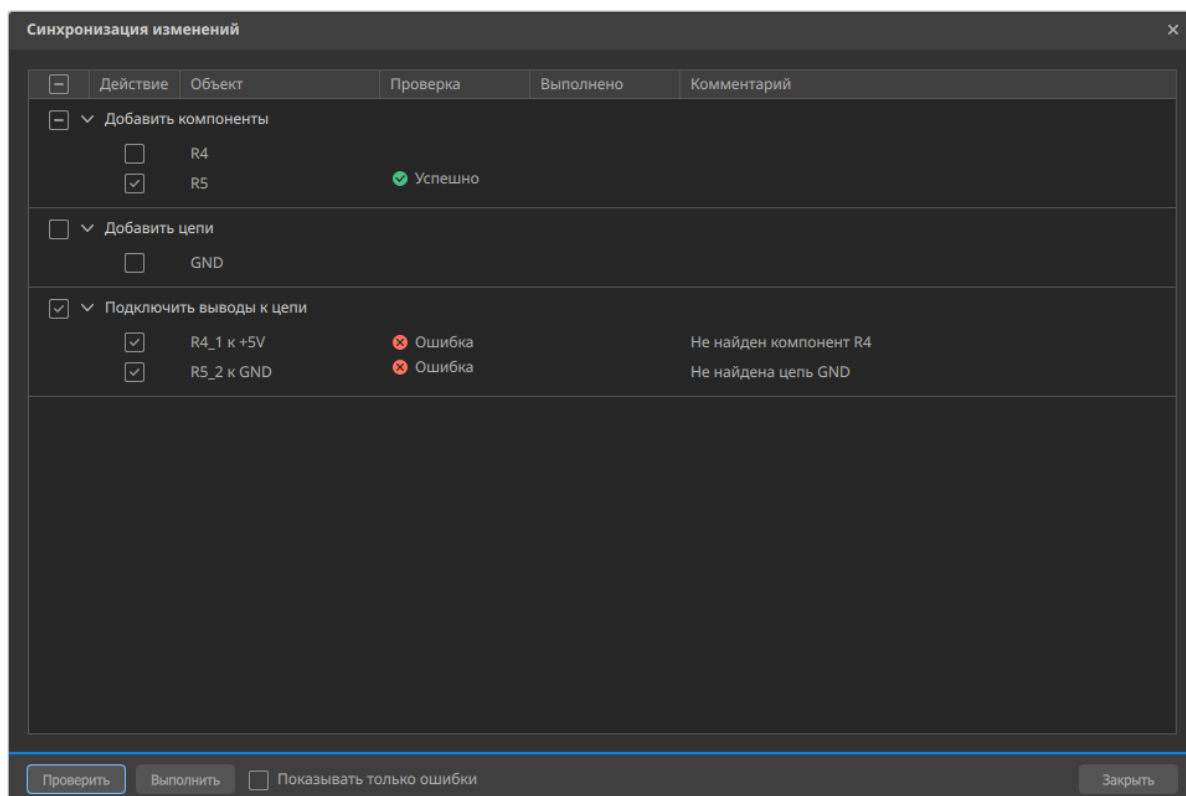

Рисунок 82. Ошибки в результате проверки в окне «Синхронизация изменений»
- 5) При возникновении ошибок в результате проверки в колонке «Комментарий» будет указан характер и причина ошибки (см. рисунок 82).